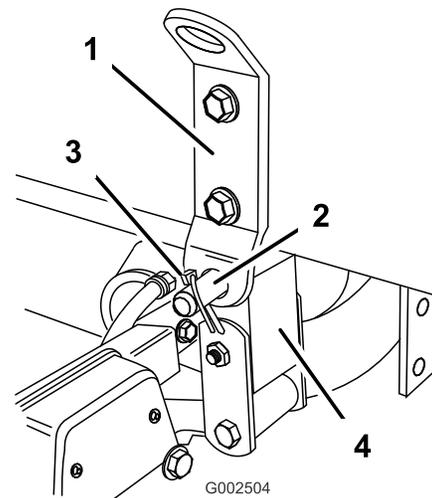

Figura 20
6. Alinee el soporte de pivote situado en la parte trasera del conjunto del patín del depósito con el hueco situado en el extremo del bastidor del vehículo (Figura 20).
7. Instale un pasador (3/4 pulgada) y dos pasadores de seguridad en el soporte de pivote para sujetar el conjunto del depósito al bastidor (Figura 20).
10. Compruebe la alineación del patín del depósito y el bastidor del vehículo. Si es necesario, afloje un poco los pernos que sujetan el soporte de pivote al bastidor del patín del depósito (Figura 20). Eleve el conjunto del depósito justo lo suficiente por encima del bastidor del vehículo para poder alinearlos y bajarlo a su posición nueva. Apriete los pernos del soporte de pivote cuando haya alineado el patín del depósito con el bastidor del vehículo.